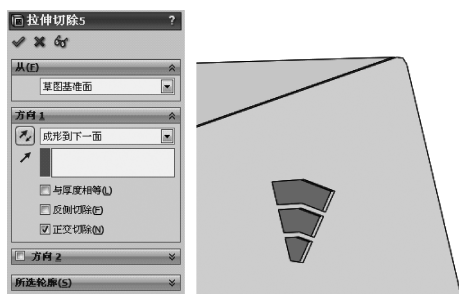

图 14-18 拉伸切除特征 1
2) 单击【特征】工具栏中的 拉伸切除按钮, 在【属性管理器】中弹出【拉伸切除】属性设置。在【方向 1】选项组中, 设置【终止条件】为【成形到下一面】, 单击 (确定) 按钮, 生成拉伸切除特征, 如图 14-18 所示。